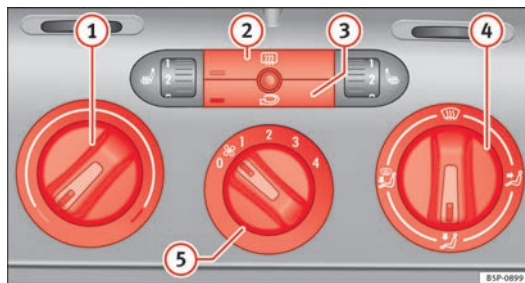

Fig. 125 Mandos de la calefacción en el tablero de instrumentos.
- Con los reguladores ⇒ fig. 125 ① y ④ y con el mando ⑤ se regula la temperatura, la distribución del aire y la velocidad de la turbina.
- Pulse la tecla ② o ③ para activar o desactivar la función correspondiente. Cuando la función está activa, la ventana situada en la esquina inferior izquierda de la tecla se ilumina.